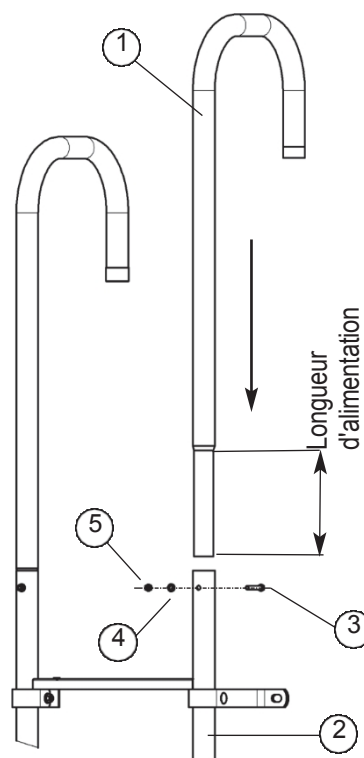

Fig. 26
(fig. 26) L'étrier de montant (1) est inséré dans l'extrémité supérieure ouverte du montant d'échelle (2) et orienté de manière à ce que l'extrémité courte soit perpendiculaire à l'échelle et au-dessus du bord de l'ouvrage. Percer ensuite l'étrier à l'aide d'une mèche de $\varnothing 8$ mm à travers le trou prédécoupé à l'extrémité du montant d'échelle. Pour les étriers de montant en acier inoxydable $\varnothing 34$ avec un long retrait, le trou est présent dans l'étrier de montant ! L'étrier de montant est fixé avec une vis M8 x 60 (3), une rondelle (4) et un écrou autobloquant M8 (5).